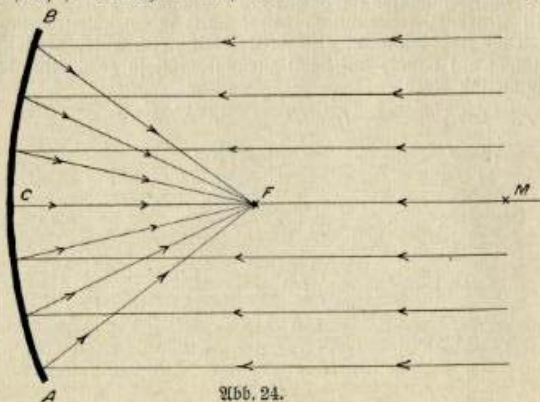

Abb. 24.
Gang der Lichtstrahlen bringt, daß die vom Spiegel zurückgeworfenen Strahlen sich in einem Punkt vereinigen (Abb. 24). Bringt man leicht entzündbare Körper, z. B. den Kopf eines Streichholzes, in diesen Punkt, so werden sie entzündet. Dieser Punkt heißt der **Brennpunkt** (F) des Kugelspiegels. Alle Lichtstrahlen, die gleichlaufend zur Achse auf den Kugelspiegel fallen, werden durch den Brennpunkt zurückgeworfen.
licht) (Abb. 24). Da sich die so zurückgeworfenen Lichtstrahlen nicht voneinander entfernen, erhält man am beleuchteten Gegenstand die größtmögliche Beleuchtungsstärke. Man benutzt diese Anordnung zur Beleuchtung weitentfernter Ziele.